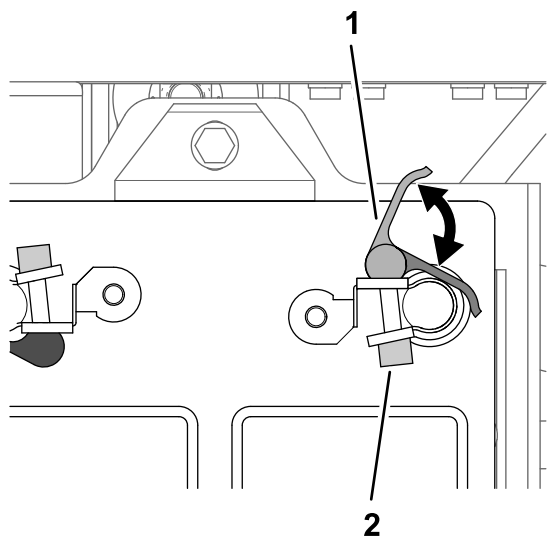

Figure 207
- Ouvrez la poignée du collier de connexion rapide à poignée de verrouillage noire (Figure 207).
- Fermez la poignée de verrouillage du collier de connexion rapide (Figure 207).